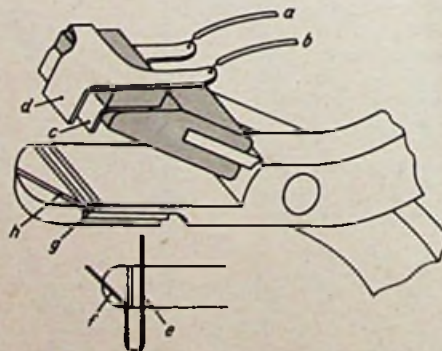

Bild 3. Die Spezialzange zum Erhitzen und Einstoßen der Anschlußdrähte
die z. B. für Parallelschaltung von Impedanzen gilt, und kann ebenso wie diese nomografiert werden. Man erhält so für jedes Q ein Nomogramm mit drei Leitern U , U' und U'' ; ähnlich wie beim Funktechnischen Arbeitsblatt Uf 13 kann man die vier Nomogramme für die unter (6) angegebenen Q -Werte auf einem Blatt unterbringen, wenn man die in Bild 3 gezeigte Darstellung wählt.
Bild 3. Nomogramm zur Ermittlung der wahren Spannung U aus den gemessenen Spannungen U' (großer Bereich) und U'' (kleiner Bereich). Reichen die gezeichneten Meßwerte nicht aus, so sind alle Skalen mit dem gleichen Faktor multipliziert zu denken (z. B. 5, 10, 100...)
In der Zange (Bild 3) sind im unteren Teil Kerben g und h eingelassen, damit für die Schleife des Anschlußdrahtes leicht der richtige Sitz gefunden werden kann. Die Schleife
Der Erhitzung der heiß verzinnten Anschlußdrähte, um sie in die Spulenflansche einzustößen, ist besondere Aufmerksamkeit zu schenken. Bei zu starker Erwärmung würde die Zinnschicht verbrennen und die Befestigung unsauber werden, weil der Thermoplast dann zu flüssig wird und man zu lange warten müßte, bis der Draht und der Thermoplast erkaltet sind. Ein sehr brauchbares Verfahren für das heiße Einstoßen der Anschlußdrähte ist in Bild 3 wiedergegeben, bei dem man eine speziell